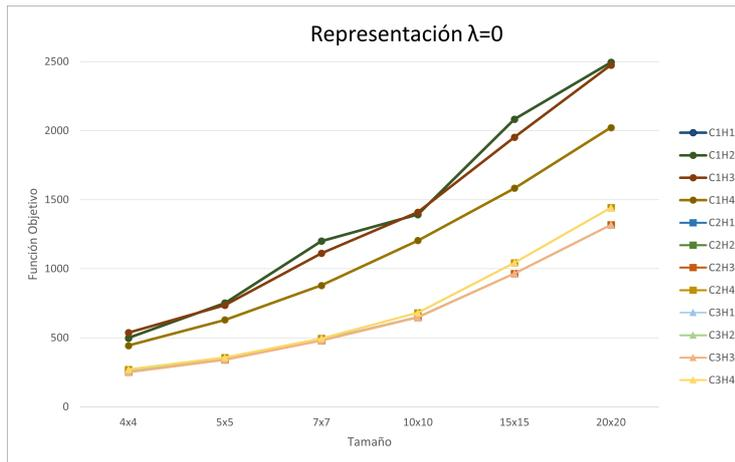

Figura 4.37 Representación General $\lambda = 0$ (Elaboración propia).
- $\lambda = 0$ → Es el caso en el que únicamente se tiene en cuenta el valor del Makespan, y tal y como se puede apreciar en la Figura 4.37, las mejores soluciones las proporcionan C2H3 o C3H3.